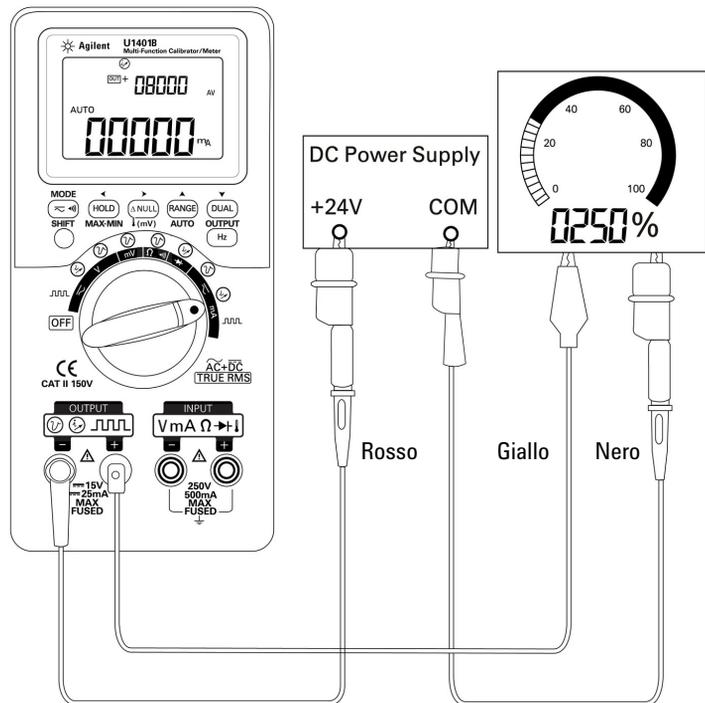

Figura 5-2 Simulazione di uscita mA
- 2 Collegare lo speciale puntale di misura giallo tra il terminale di uscita positivo dello strumento e il terminale positivo del dispositivo di misurazione sul loop di corrente. Consultare la Figura 5-2 a pagina 89.